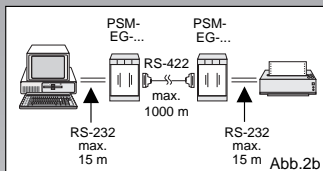

Abb.2b
- **Überbrückung großer Distanzen** (Abb. 2b) zwischen zwei RS-232-Schnittstellen bis 1000 m.